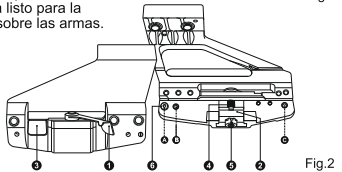

Fig.2
Drehen Sie die Sperrklinke (1) gegen UZS bis zum Anschlag (die Position "offen") um (s. Abb. 2).